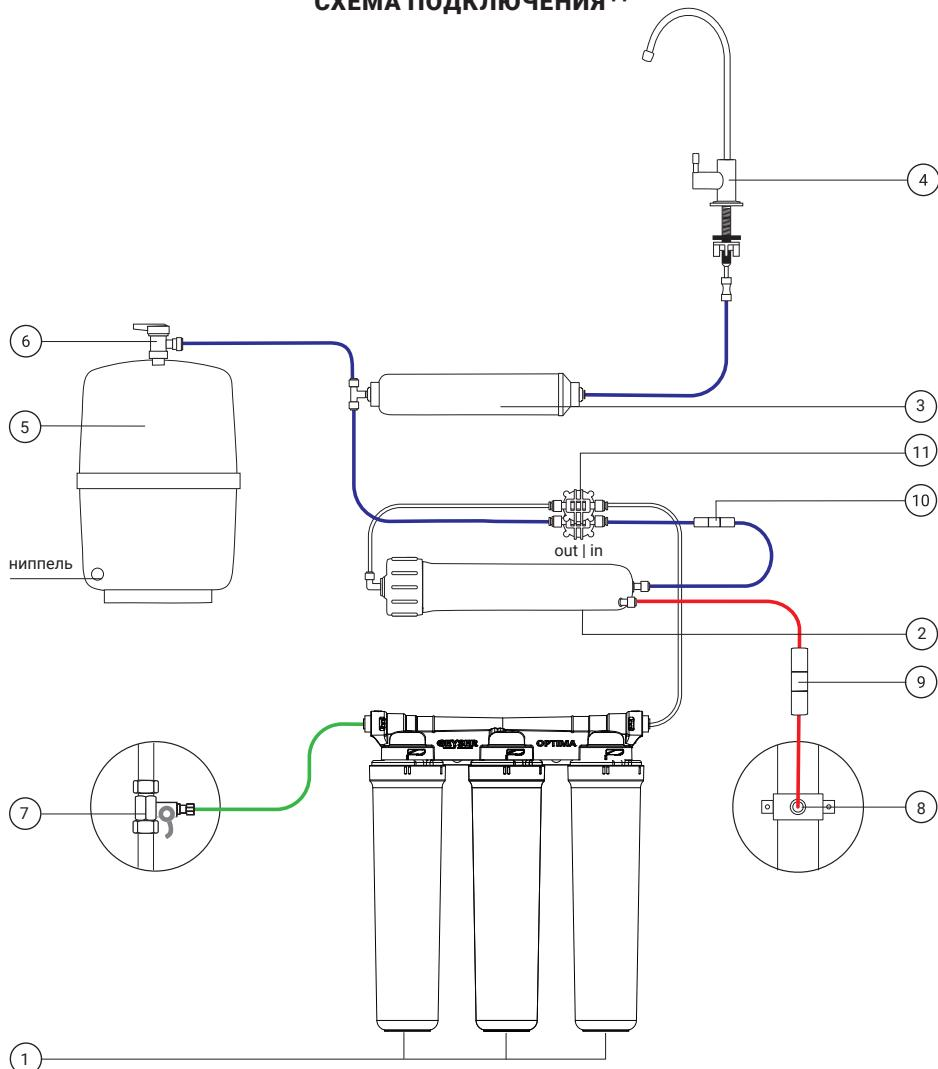

Рис. 2. Схема подключения Гейзер Престиж/Аллегро Оптима.
3. Свободный конец зеленой трубы присоедините к скобе фильтра в соответствии со стрелкой указания направления потока (см. разделы «Схема подключения» (стр. 7, рис. 2) и «Присоединение трубок» (стр. 10)).
6. Свободный конец красной трубы присоедините к ограничителю дренажного потока (см. разделы «Схема подключения» (стр. 7, рис. 2) и «Присоединение трубок» (стр. 9)).
4. Подключите первую часть синей трубы 1/4" к выходу угольного постфильтра (см. разделы «Присоединение трубок» (стр. 9) и «Схема подключения» (стр. 7, рис. 2)).